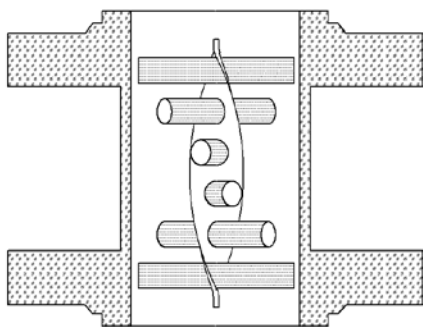
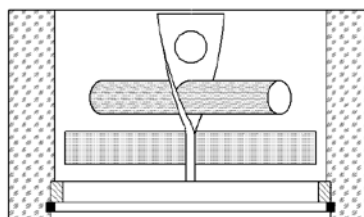

图 5
图 6
- a) 如被测流体含有较大颗粒或肮脏, 应根据需要在流量计上游安装过滤器 (磁过滤器如图 5、图 6)。